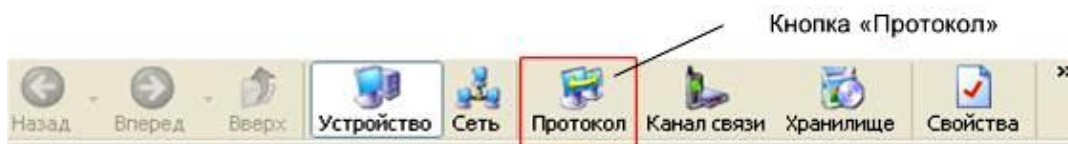

Рисунок 68 – Кнопка «Протокол» на панели инструментов
6.6 Нажать на панели инструментов кнопку «Протокол» (или через меню «Справочник → Протокол обмена») (рисунок 68). В результате откроется окно «Справочник».